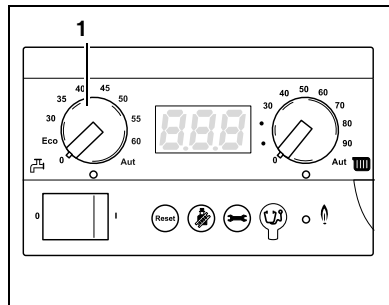

Fig. 21 Basiscontroller BC10
- Med drejknappen "Nominel værdi varmt vand" (fig. 21, **pos. 1**) fastsættes den ønskede temperatur for det varme vand i varmtvandsbeholderen (→ tab. 4).